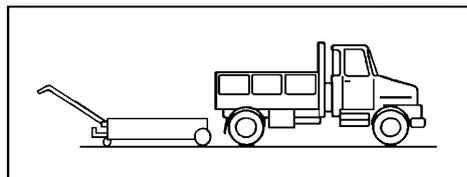

Fig.3.1
- 1) 移動のときは牽引して、ドレン口に合わせるときは押して合わせると容易に方向を決めることができます。(Fig.3.1)